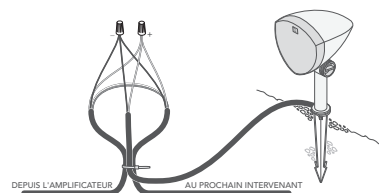

Figure 6
- Coupez les deux fils appropriés pour l'enceinte gauche ou droite (voir les tableaux ci-dessous) et dénudez 3/4 po d'isolation sur les extrémités exposées des fils d'enfouissement, puis dénudez 3/4 po d'isolation des extrémités du câble de l'enceinte correspondante (voir Figure 6).
- Créez une boucle d'environ 250 mm (10 po) et utilisez un collier de serrage pour maintenir la boucle et au câble de l'enceinte en place afin de soulager la tension (voir Figure 6).